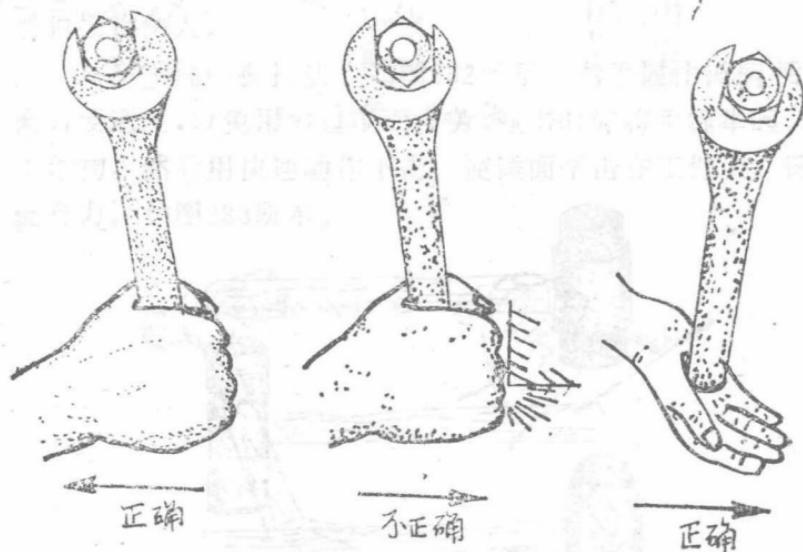

图 228 扳手的运用
5. 在使用扳手时，最好的效果是拉动。倘若必须推动时，也只能用手掌来推，并且手指要伸开，以防螺栓突然松动碰伤手指，如图228所示。